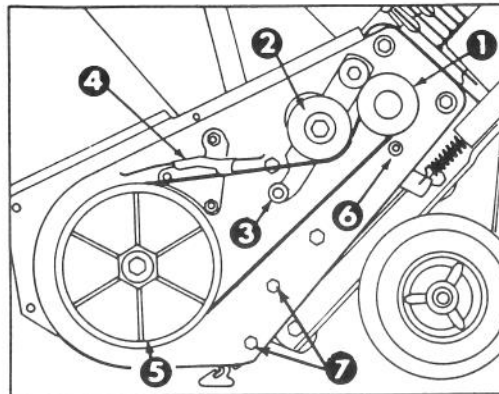

Abb. 14
3. DEMONTAGE DES RIEMENS (Abb. 14) — An der Riemenspannrolle nach unten drücken, so daß der Riemen von der Rotorriemensscheibe, dem Bremsarmsatz und der Motorriemensscheibe abgenommen werden kann.
4. RIEMENMONTAGE (Abb. 14) — Den Riemen über die Motorriemensscheibe legen, unter die Riemenspannrolle, über die Rolle